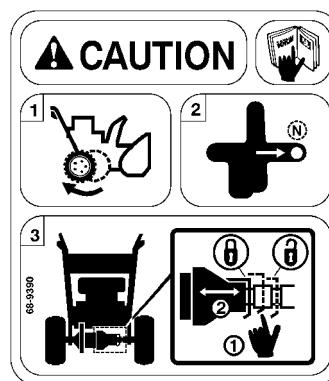

Figure 22
1. Mettez les roues en position arrière (Fig. 22).
2. Mettez le changement de vitesse au point mort (Fig. 22).
3. Appuyez légèrement sur la patte de déblocage du ressort de verrouillage pour le dégager de la gorge de l'arbre, et glissez l'accouplement dans la position souhaitée (Fig. 22).